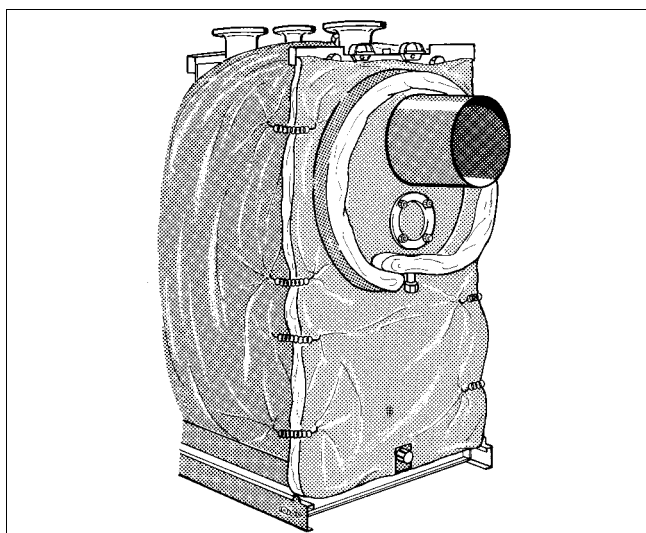

Fig. 12 Montagem do isolamento térmico
- Coloque a esteira de isolamento térmico na parede traseira da caldeira e fixe-a à esteira de isolamento térmico circunferencial com, respectivamente, 8 molas de aperto (fig. 12).
- Coloque tiras de isolamento térmico à volta do colector de tiragem e fixe-as sobrepostas com uma mola de aperto (fig. 12).